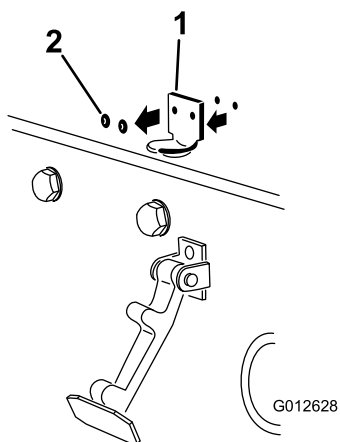

Figura 7
2. Rimuovete i rivetti (2) che fissano la staffa di bloccaggio cofano sul cofano stesso (Figura 7). Rimuovete la staffa del fermo del cofano dal cofano.